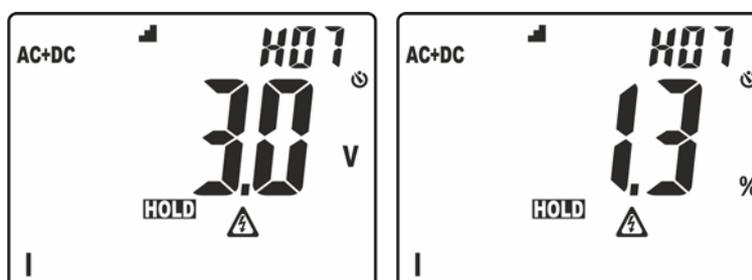

Fig. 4: Affichage du séquençement des amplitudes d'analyse harmonique
- Pression prolongée de la touche (au moins 2s) pour activer la fonction **H₂O** (Higher Harmonic Ordering de séquençement de l'amplitude des harmoniques. Dans ces conditions, la fonction «HOLD» est automatiquement activée, le symbole «▬» est présent à l'écran, la barre graphique est désactivée et l'instrument affiche la valeur de l'amplitude de toutes les harmoniques comprises entre l'ordre 2 et l'ordre 25 en **ordre décroissant** à partir de l'harmonique d'une amplitude plus importante comme montré dans Fig. 4
Dans l'exemple de Fig. 4 l'harmonique d'une amplitude majeure correspond à l'ordre 7. Cliquer sur la touche \blacktriangle pour observer les amplitudes des harmoniques restantes et cliquer de nouveau sur la touche **H/H%/H▬** pour passer de l'affichage en valeurs absolues à l'affichage en pourcentages. Tourner le sélecteur pour quitter cette fonction.